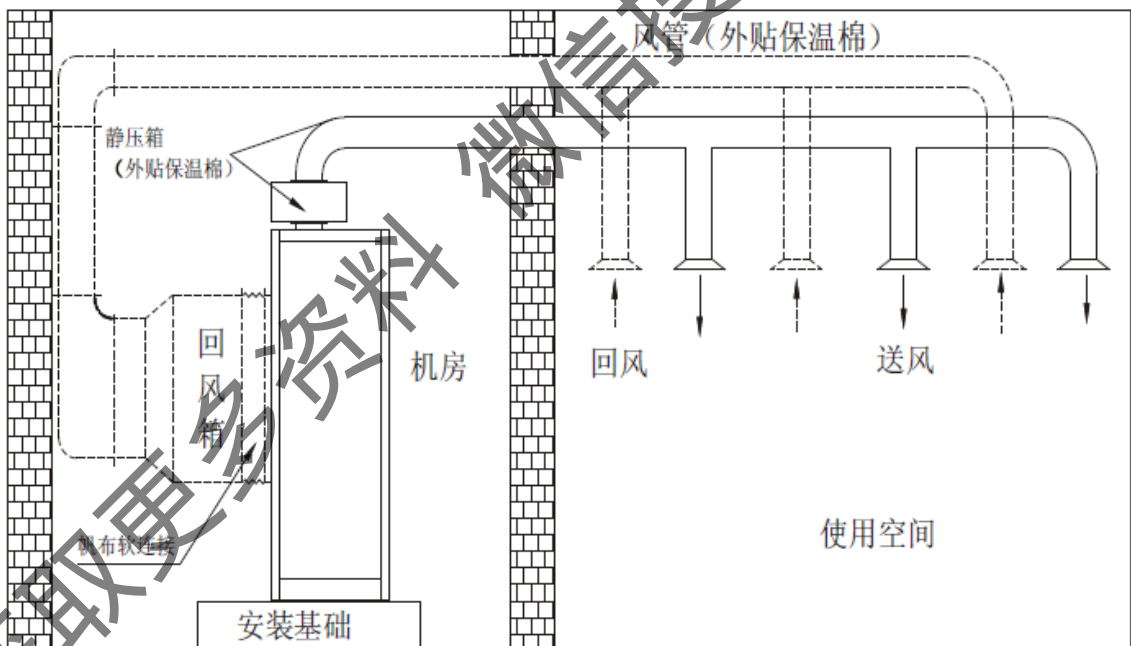

图 9
- b、风管型立柜机组（带回风管，用虚线表示）具体安装如图 9；